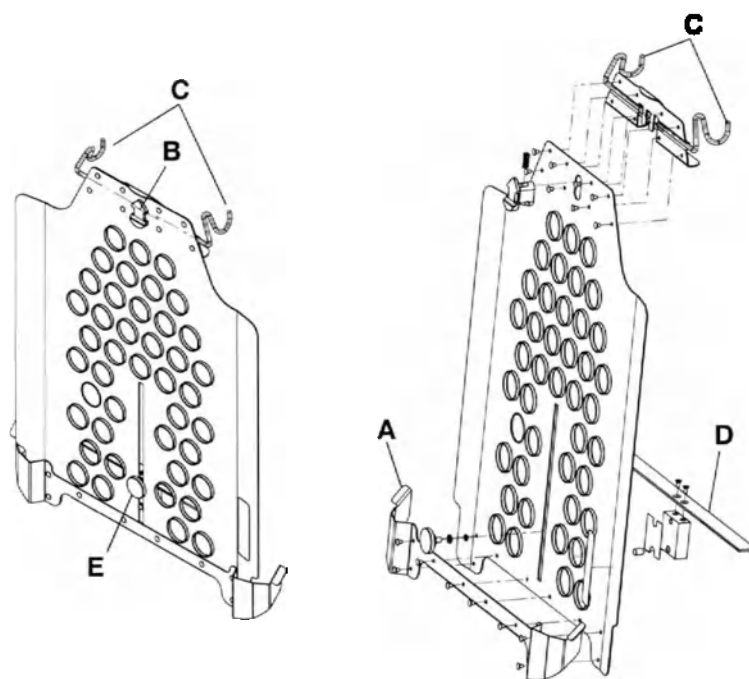

Рисунок 27 – Держатель рентгеновской кассеты
3. Вставьте нижние удерживающие направляющие (A) под планку рамы спинки для положения Фаулера (Рисунок 27).